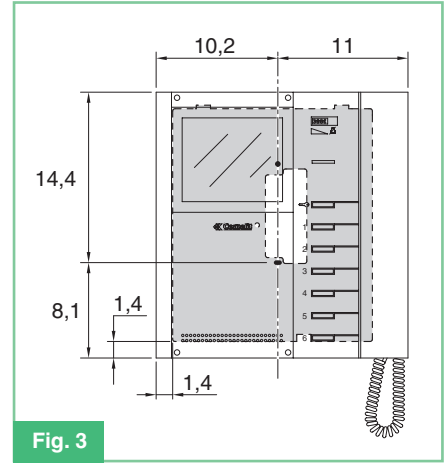

Fig. 3
- Fig. 3** Overall dimensions of the Monitor in relation to the fixing points of Bracket Art. 5706.
- Fig. 3** Misure di ingombro del Monitor in relazione ai punti di fissaggio della Staffa Art. 5706.
- Fig. 3** Dimensions d'encombrement du moniteur par rapport aux points de fixation de la Bride Art. 5706.
- Fig. 3** Afmetingen van de monitor en positie van de bevestigingspunten op de grondplaat Art. 5706.